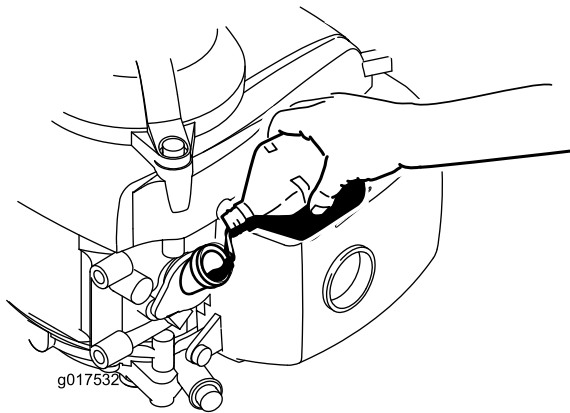

図 6
3. **ゆっくりと** 補給穴からオイルを入れ、3分間待つてからきれいに拭いたディップスティックを差し込み、**但しねじ込まないように**して穴の奥まで入れる **図 6**。